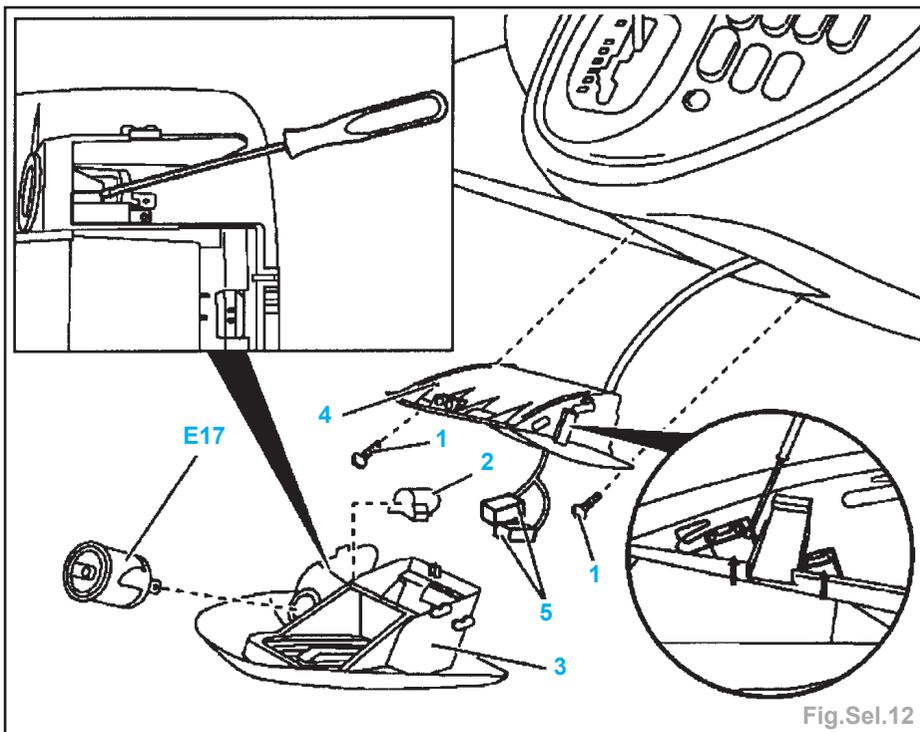

Fig.Sel.12
- déclipser le couvercle (2) de l'unité airbag passager (3).
- comprimer le clips (1) par l'arrière avec un outil approprié et le sortir.
- Dévisser les vis (4), sortir l'unité airbag passager (3).
- Déposer le cendrier (Fig.Sel.12) :
- dévisser les vis (1).
- Dégrafer la partie inférieure du cendrier (3) de la partie supérieure du cendrier (4).
- Débrancher le connecteur électrique (5).
- Déposer le culot (2).
**Nota** : décoller le culot (2) avec précaution en exerçant une pression latérale.